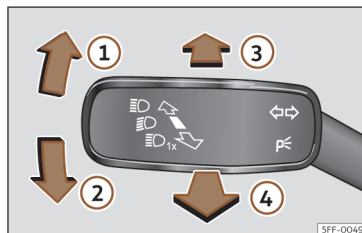

Fig. 100 Manípulo dos indicadores de mudança de direção e dos máximos (conforme versões).
• A partir da posição base, pressione para a frente o manípulo dos indicadores de mudança de direção e de máximos >>> **Fig. 100 ③**.
• **OU:** se o assistente de máximos estiver ligado, puxe para trás o manípulo dos indicadores de mudança de direção e de máximos >>> **Fig. 100 ④**.